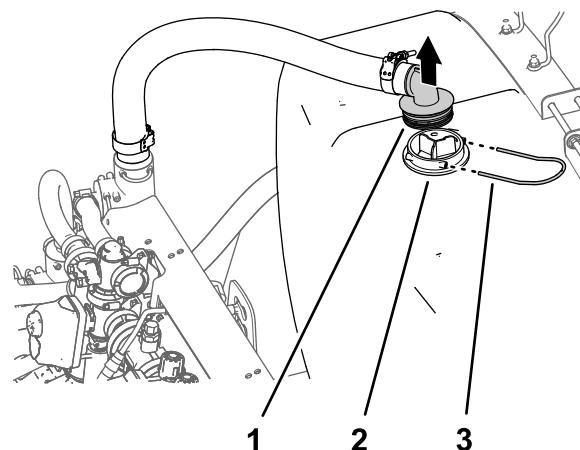

図 12
4. 液剤散布用給液ホースの、バーブ付き90°フィッティングを吸い込みスクリーンのハウジングに固定しているリテナを取り外す図12。